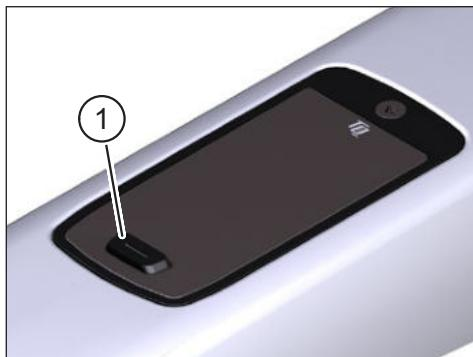

Fig. 2: Display
- ▶ Allumez le système en appuyant **brièvement** sur le bouton-poussoir (élément 1 Fig. 2) de l'Display.
- ▶ Éteignez le système en appuyant **longuement** sur le bouton-poussoir (élément 1 Fig. 2) de l'Display.